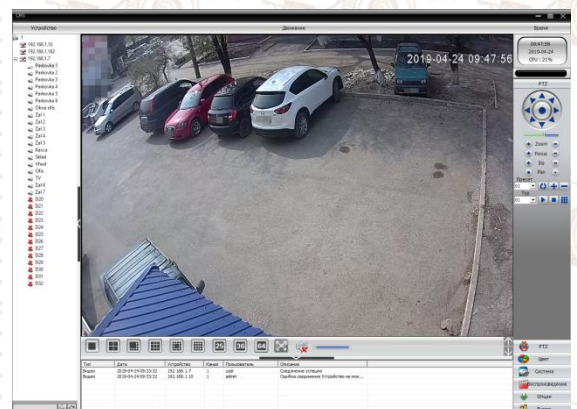

Рис.7 Окно онлайн мониторинга видео
- В окне мониторинга(Рис.7), в колонке устройств, нажать двойным щелчком по добавленному устройству, раскроется список каналов, выбрать нужный канал (для камеры он один), нажать правым щелчком и выбрать пункт «Основной поток»